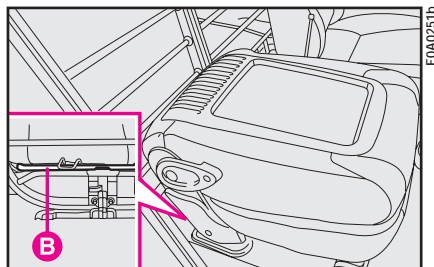

рис. 55
- потянуть рычаг **B** (рис. 55) и передвинуть сиденье до конца вперед;